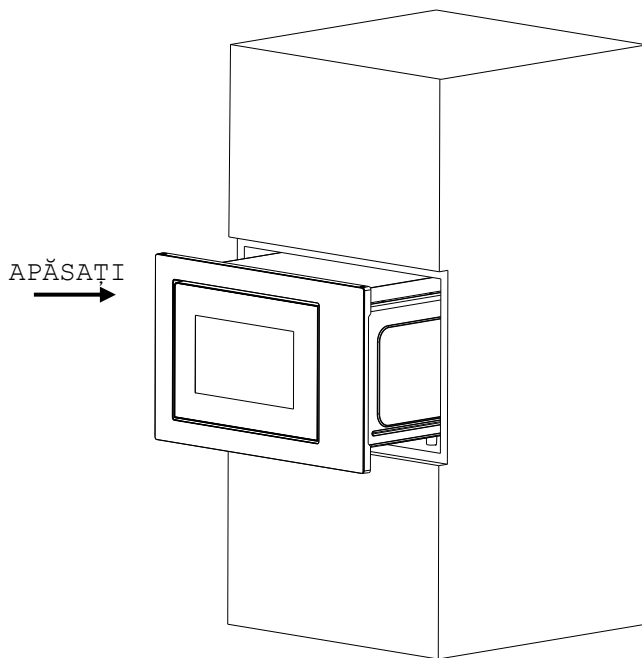

Fig. 1
a) Puneți cuptorul cu microunde în dulapul încorporat și împingeți-l înaintea până la capăt. (Fig. 1)